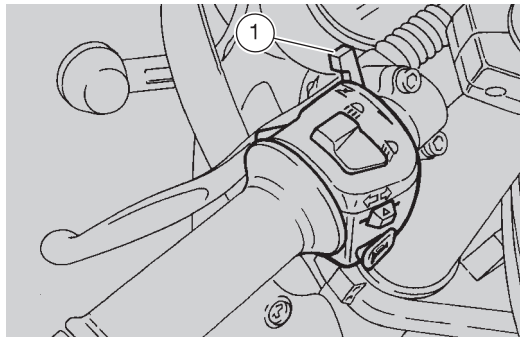

Fig. 24
- agir sur la pédale de démarrage, avec la commande du gaz relâchée. Si le démarrage se fait à moteur froid, tourner vers le bas le levier pour le démarrage à froid " |>|" (1-Fig. 24).
- reporter le levier pour le démarrage à froid " |>|" (1-Fig. 24) complètement vers l'avant;